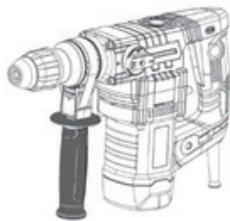

Рис. 7
Отрегулируйте вспомогательную ручку (1) в соответствии с необходимым применением. Это улучшает контроль при использовании изделия. Поверните вспомогательную ручку (1) против часовой стрелки, чтобы ослабить зажим (рис. 6). Отрегулируйте вспомогательную ручку (1) таким образом, чтобы безопасно удерживать изделие во время работы (рис. 7–9)